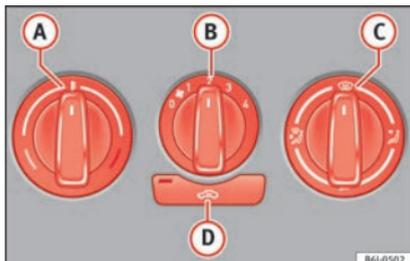

Fig. 153 Sur le tableau de bord : éléments de commande du chauffage
- Les molettes **A**, **B** et **C** » fig. 153 servent à régler la température, la vitesse et la répartition de l'air.
- Appuyez sur la touche **D** » fig. 153. Le témoin de la touche s'allume.
Si la molette **C** » fig. 153 est en position de dégel, la trappe de recyclage sera toujours ouverte et l'air entrera de l'extérieur.
- Tournez le régulateur de température » fig. 153 **(A)** vers la gauche.
- Tournez le régulateur de température » fig. 153 **(A)** vers la droite pour sélectionner la puissance de chauffage souhaitée.
- Tournez le régulateur de température » fig. 153 **(A)** vers la droite jusqu'à la puissance de chauffage maximum.
- Tournez le régulateur de température » fig. 153 **(A)** vers la zone de chauffage.